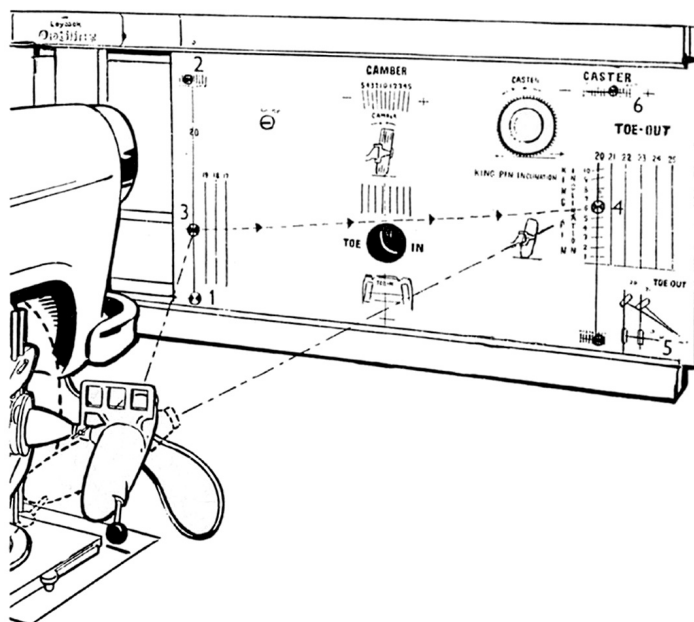

Fig. 41. Mesure des angles de chasse et de carrossage
**Carrossage et angle de chasse (Fig. 41)**